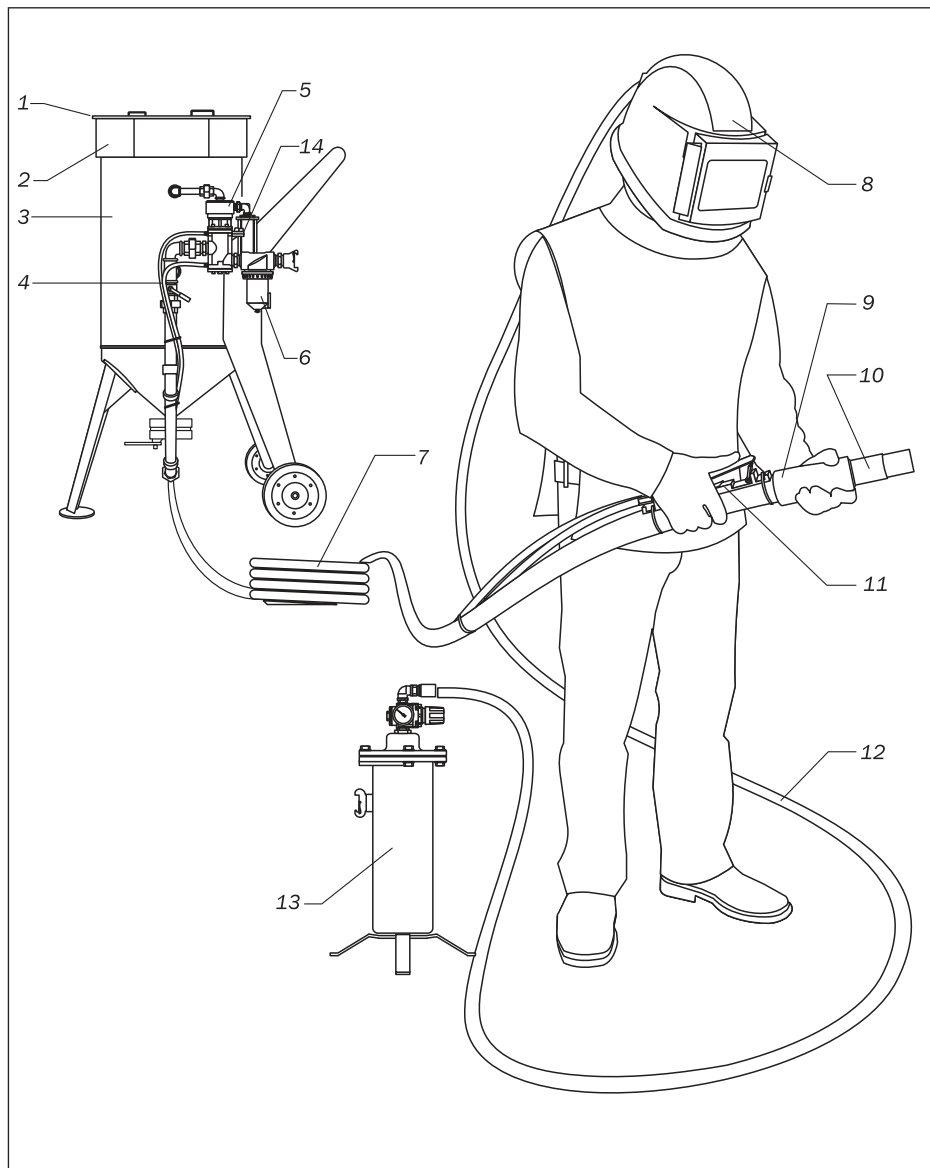

Рис. 2.1
◀ Рис. 2.1.
10. Открыть предохранительный шаровый кран 14 (рис. 2.1).
**ВО ВРЕМЯ ПЕРЕРЫВА В РАБОТЕ ВСЕГДА ОТКРЫВАЙТЕ ПРЕДОХРАНИТЕЛЬНЫЙ ШАРОВЫЙ КРАН 14 (рис. 2.1) НА ВЕНТИЛЕ ДУ (НАПРОТИВ СИНЕЙ МАГИСТРАЛИ СДВОЕННОГО РУКАВА TWINLINE).**